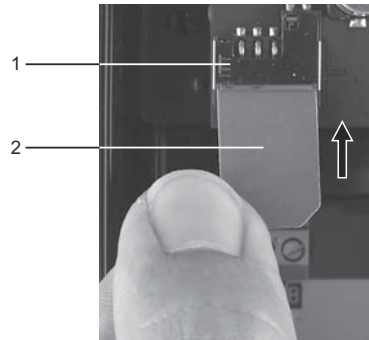

Fig. 4 Isætning af SIM-kortet
3. Isæt SIM-kortet i CIM 260 eller CIM 280. Se fig. 4.
Den skrå kant på SIM-kortet skal pege nedad. Se fig. 4.